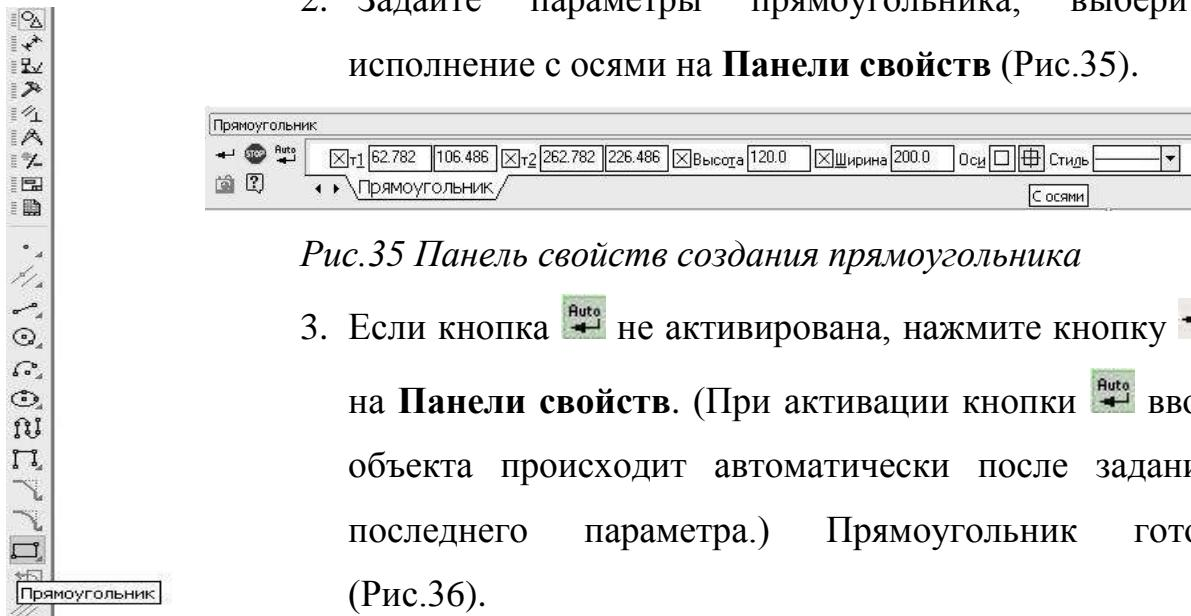

Рис.35 Панель свойств создания прямоугольника
2. Задайте параметры прямоугольника, выберите исполнение с осями на **Панели свойств** (Рис.35).